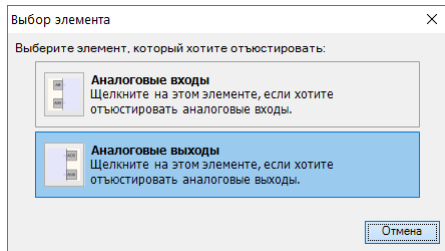

Рисунок 8.7 – Выбор входов/выходов
2. Запустить OwenLogic и выбрать в меню пункт «Прибор» → «Юстировка входов/выходов» для запуска мастера юстировки (см. рисунок 8.7).